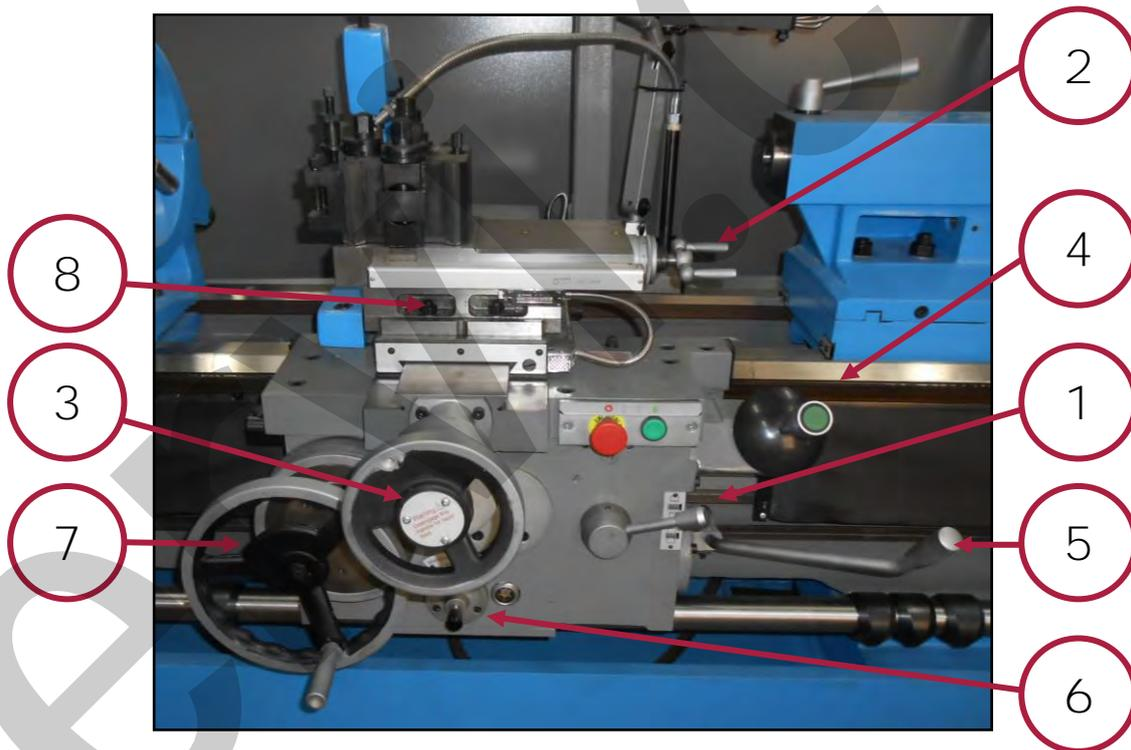

Figura 26 – Leve e volantini del carrello.
Sul carrello porta utensile vi sono otto comandi manuali (leve, volantini e bulloni) che ne consentono la regolazione fine e l'avanzamento (vedere la Figura 26).
(1) Manopola e leva avanzamento per filettatura: Vedere il paragrafo 9.2.3.
(2) Volantino spostamento longitudinale torretta: Il volantino permette lo spostamento longitudinale, avanti e indietro, della slitta porta utensile in modo fine. Per spostare avanti la slitta (verso il mandrino), ruotare il volantino in senso orario, viceversa per spostare indietro la slitta (verso la contropunta), ruotare il volantino in senso antiorario.
(3) Volantino spostamento trasversale slitta porta utensile: Il volantino permette lo spostamento trasversale, che attraversa il centro del pezzo con la slitta porta utensile in modo fine. Per spostare **la slitta (verso l'operatore)**, ruotare il volantino in senso antiorario, viceversa per spostare a destra la slitta (verso il centro), ruotare il volantino in senso orario.
(4) leva di inserimento della movimentazione automatica e spostamento rapido del carrello porta utensile: **la leva permette l'inserimento della movimentazione** automatica del carrello porta utensile. Come prima cosa estrarre i volantini di movimentazione (rif. 3 e 7 in Figura 26) in maniera tale da inserire gli ingranaggi per la movimentazione automatica. **Attraverso la leva selezionare la direzione di spostamento, verso sinistra per l'avvicinamento al mandrino, verso destra per l'allontanamento dal mandrino dell'utensile.** Per gli spostamenti trasversali portare verso l'alto per muovere il carrello utensile in direzione del riparo porta trucioli e verso il basso per portarlo verso l'operatore. Tale leva permette inoltre l'avanzamento rapido del carrello. Una volta selezionato il verso di movimentazione (come per l'avanzamento automatico) premere il pulsante verde presente per l'attivazione dello spostamento rapido. Durante l'avanzamento rapido i volantini rimangono fermi.
(5) Leva di avviamento e di selezione del senso di rotazione del mandrino: La leva **seleziona l'avviamento ed il verso di rotazione del mandrino** e degli altri organi di movimentazione. Spostare la leva in basso per far ruotare il mandrino in senso orario, spostare la leva in alto per far ruotare il mandrino in senso antiorario. La posizione centrale "0", mette in folle il mandrino.